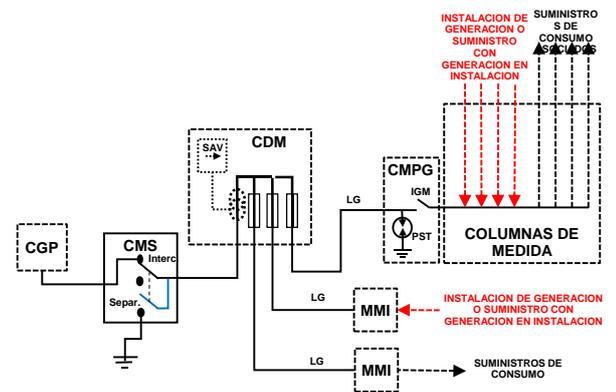

Figura 3. Ubicación del Conmutador a Modo Separado (CMS).
- En los autoconsumos con posibilidad de funcionamiento en modo “Separado”, es obligatorio instalar un “Sistema de Conmutación” con corte o paso por cero que cumpla los requisitos establecidos para el mismo en la ITC-BT-40, y que disponga de los enclavamientos y relés de sincronización necesarios. El Conmutador a Modo Separado (CMS) se instalará en el CGMP o en las instalaciones de enlace (a la entrada de la CC, CDM o CPM), tal como se indica en la **Figura 3**: